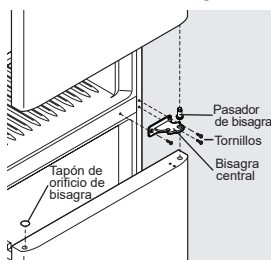

Figura 2
7. Con un destornillador de cabeza Torx T25, retire los 3 tornillos de la bisagra central y coloque la bisagra central a un lado (consulte la Figura 2).